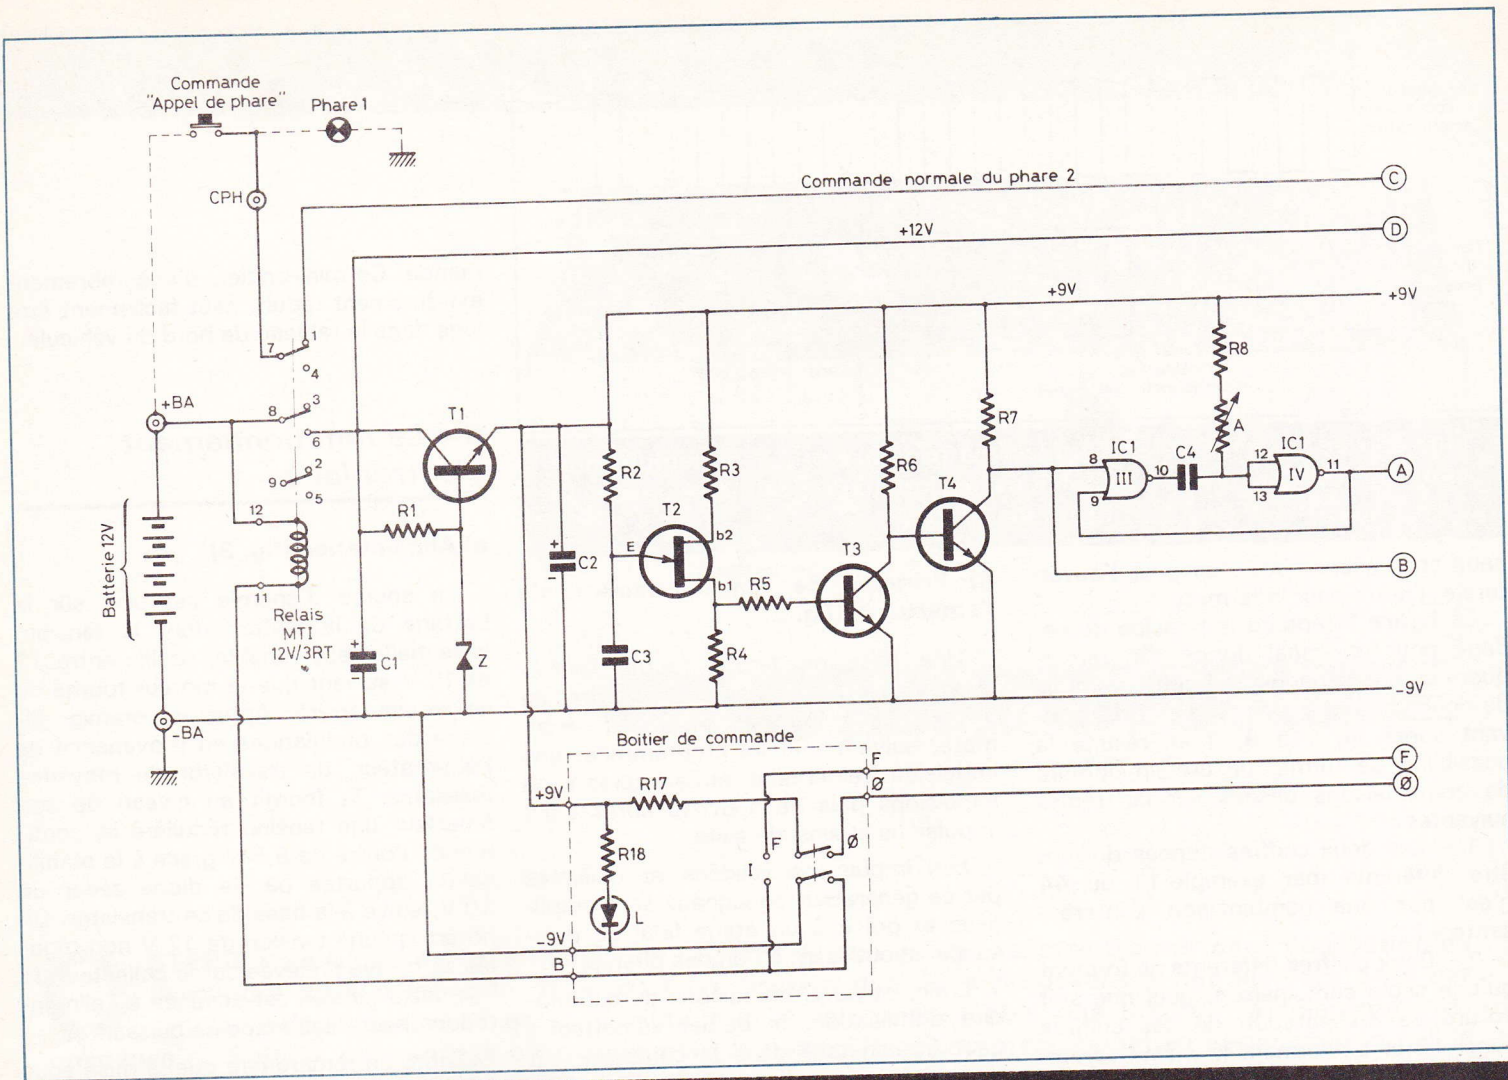

Fig. 3. — La base de temps fait appel à un transistor unijonction 2N2646, bien connu de nos lecteurs.
a) Alimentation (fig. 3)
b) Base de temps des signaux : (fig. 3)
c) Commande générale de l'émetteur : (figure 3)